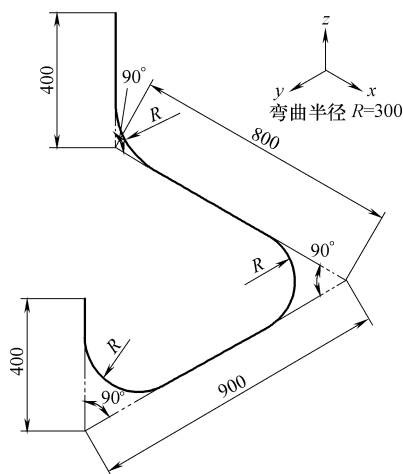

图 1-4
13. 用 $\phi 89\text{mm} \times 4.5\text{mm}$ 无缝管弯制的管路如图 1-4 所示，求所需管材的长度和质量 ($\phi 89\text{mm} \times 4.5\text{mm}$ 无缝管的单位长度质量为 9.38kg/m)。